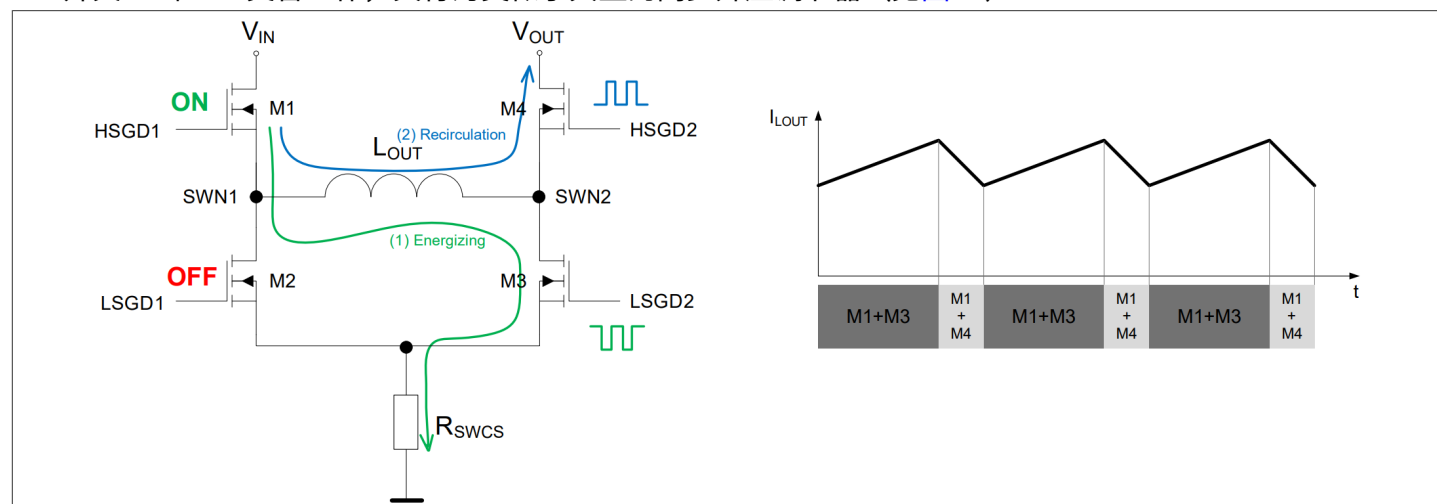

图 12 升压模式下的 4 开关 H 桥架构
- 开关 M3 和 M4 交替工作, 其行为类似于典型的同步升压调节器 (见图 12)